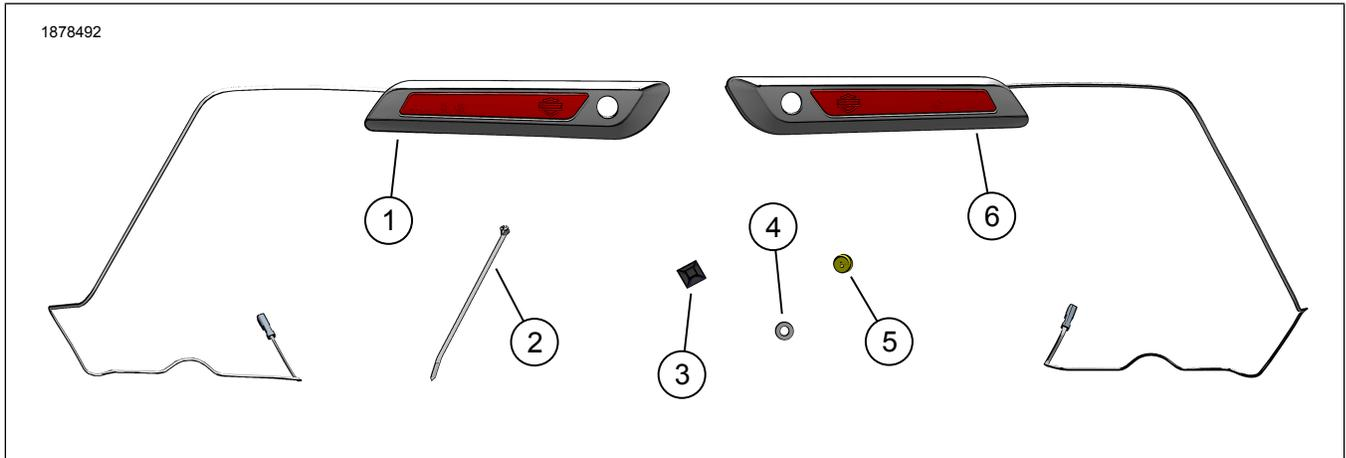
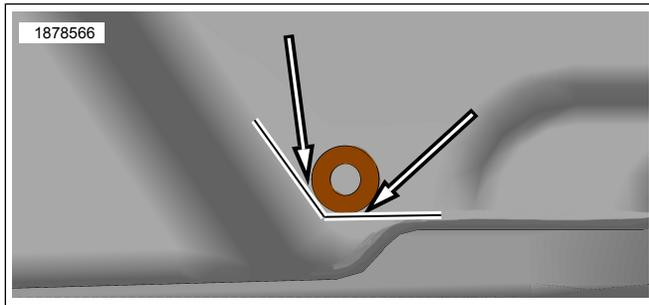
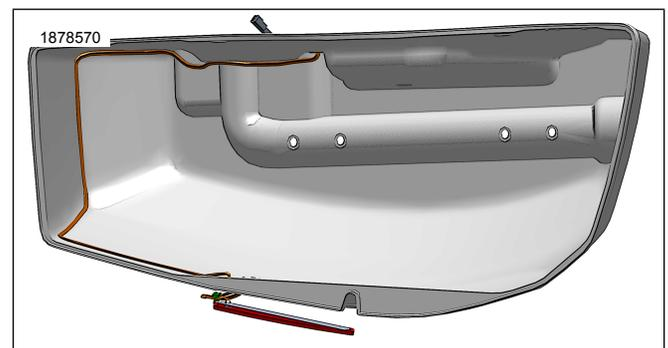

Figura 1. Contenido del kit: Kit de luz de posición lateral para alforja
Figura 5. Ubicación del orificio inferior perforado en la alforja
Figura 6. Colocación del arnés
- b. Ver Figura 1 y Figura 5 . Utilice la arandela plana (4) del kit como guía de ubicación del orificio al colocar la arandela plana contra la superficie de la alforja tocando el radio en el costado y la parte inferior de la alforja.
Consulte la Figura 1. y Consulte la Figura 6. Enrute el arnés dentro de la alforja como se muestra asegurándolo con correas de cables (2) y anclajes (3) según sea necesario para mantener el arnés en posición.